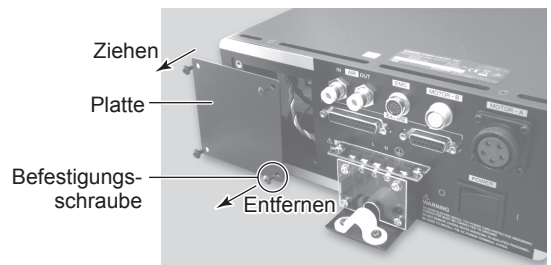

Abb. 21
- (2) Entfernen Sie die Schraube von der Platte und ziehen Sie die Platte vom CONTROLLER ab (Abb. 21).